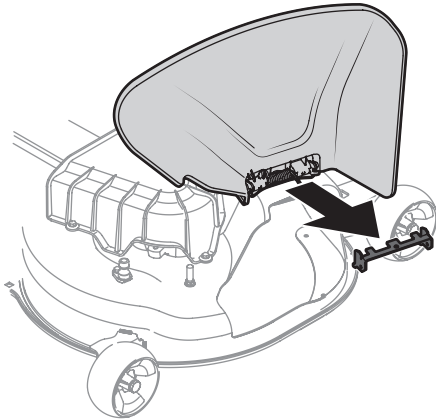

Figura 12
2. Baje el deflector de canal y descarte la traba de seguridad. Consulte la Figura 12.